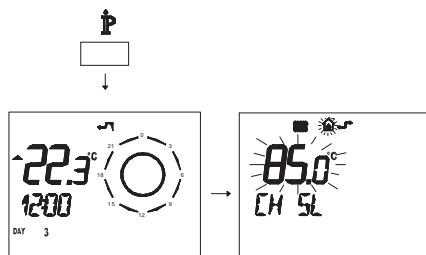

Figura 5.76
- Premere per più di 3 secondi il pulsante **P** per entrare in modalità **INFO** (Figura 5.76).